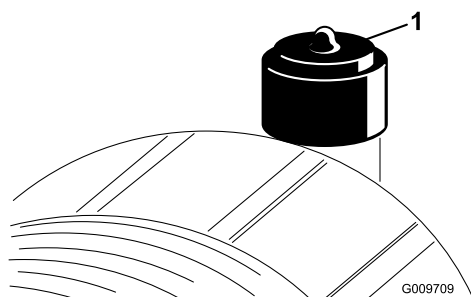

Figura 27
Faça a manutenção ao filtro de ar apenas quando o indicador de manutenção (Figura 27) o exigir. Mudar o filtro de ar antes de ser necessário apenas aumenta a possibilidade de entrar sujeira no motor quando se retira o filtro.
6. Reinicie o indicador (Figura 27) se este se apresentar vermelho.